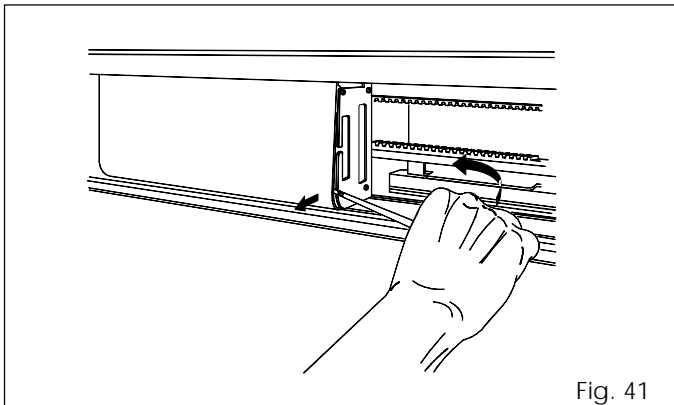

Fig. 41
- Para extraer la tapa de protección de la unidad de control SDM, haga palanca delicadamente con un destornillador, como se indica en la fig. 41.